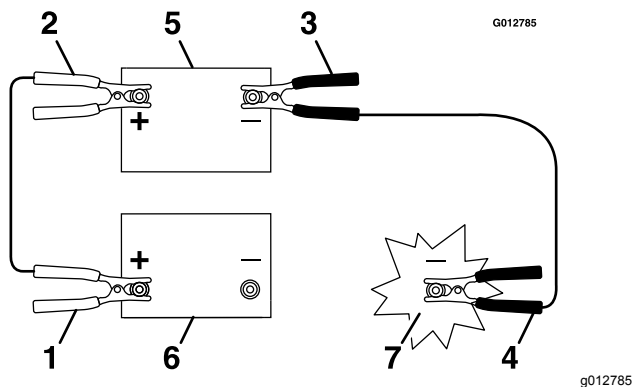

Figura 49
- Collegate il cavo positivo (+) al morsetto positivo (+) della batteria scarica collegata all'avviatore o al solenoide come illustrato in Figura 49.